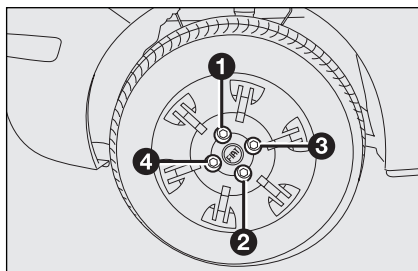

fig. 10
- ☐ stringere a fondo i bulloni, passando alternativamente da un bullone a quello diametralmente opposto, secondo l'ordine illustrato in **fig. 10**.